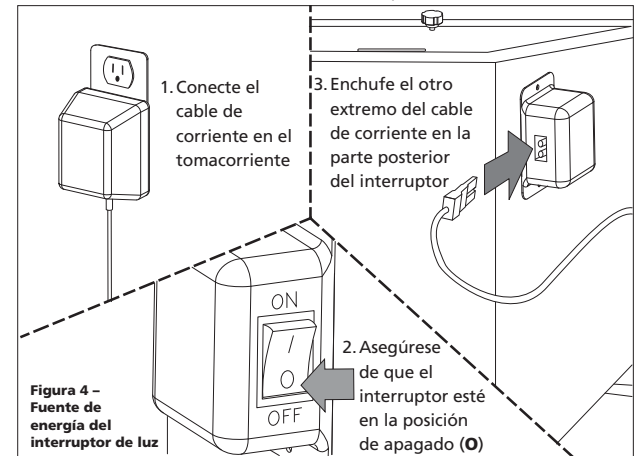

Figura 4 – Fuente de energía del interruptor de luz
5. Luego de asegurarse de que el interruptor esté en la posición de apagado (O), enchufe el otro extremo del cable de corriente de 12 V en el interruptor de luz de la cabina (ver Figura 4).